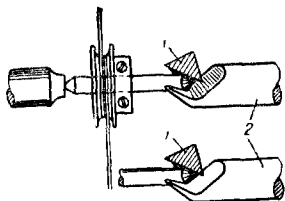

Рис. 19. Заточування конуса на деталі (центрі) 2 напилком 1.
що дозволяють виконувати на верстаті різноманітні роботи. Спосіб заточки конусів на центрі показаний на рис. 19.
**Центрування.** Для точіння будь-якої деталі на верстаті між центрами необхідно намітити в ній і висвердлити з обох боків неглибокі отвори або запиляти конуси. Центр спочатку намічають керном, конус запилюють напилком (рис. 19).